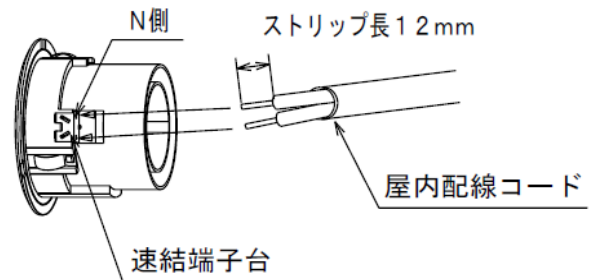

図11. 配線取り付け図
- ⑥ 【バイパスファンのみ】 屋内配線コードを図11のようにストリップ加工してから速結端子台に取り付けて下さい。